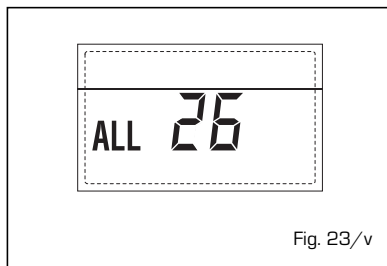

Fig. 23/v
- **ANOMALIA COERENZA APPLICAZIONE SOLARE "ALL 27"** (fig. 23/w)